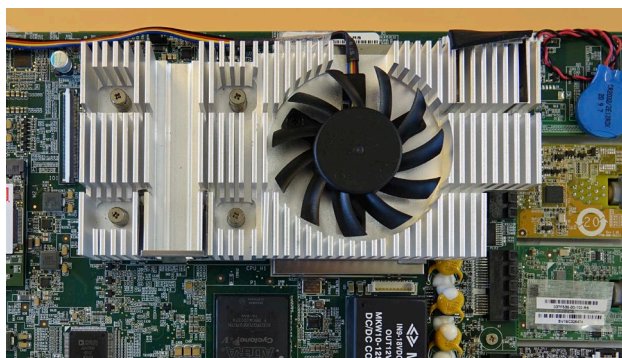

Bild 25 Installera fläkten
e) Installera den nya fläkten med kabeln riktad mot skärmenhetens ovkant (bild 25)